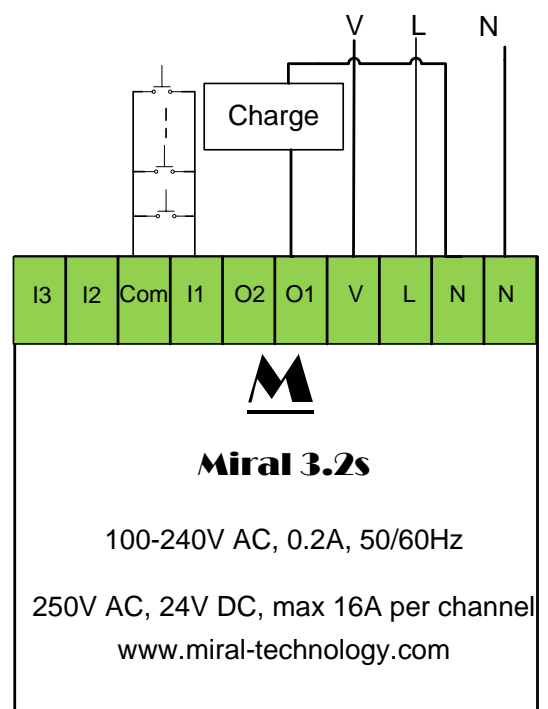

Figure 5: Branchement pour le control d'une charge en mode télérupteur
2.1 Montage en mode télérupteur : (figure5)